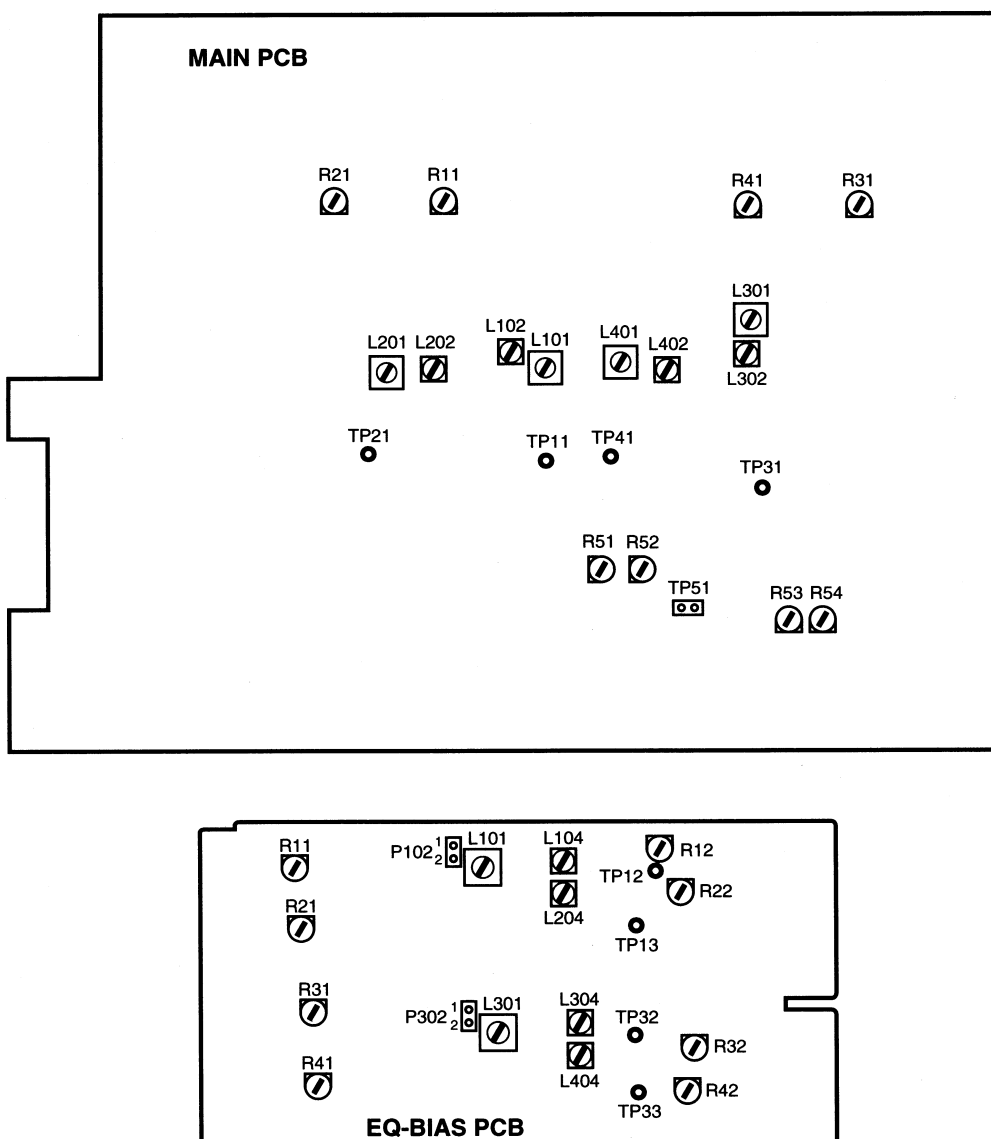

Fig. 2-2 Adjustment and check locations
3. Adjust each variable resistor on the MAIN PCB (Fig.2-2) to get the following figures.
3. 周波数値が下表の範囲内になるように MAIN PCB の各調整 VR (Fig. 2-2) を調整する。
- Short TP51 on the MAIN PCB (Fig. 2-2) to get the HIGH tape speed.
- MAIN PCB 内の TP51 (Fig. 2-2) をショートすると、HIGH speed になります。